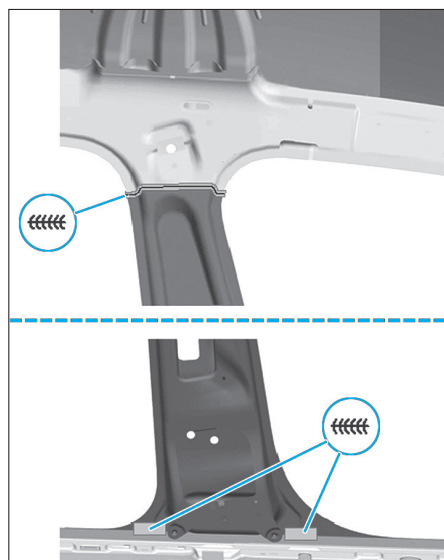

FIG. 90
- Souder la zone d'accostage sur le montant B intérieur supérieur en cordon continu (Fig.90).